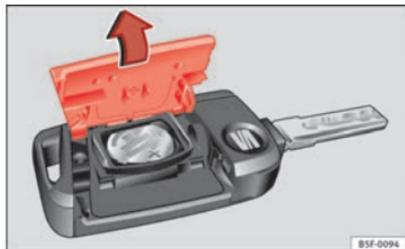

Fig. 48 Clé du véhicule : ouvrez le cache du logement des piles.
- Retirez le couvercle de la partie arrière de la clé du véhicule ⇒ fig. 48 dans le sens de la flèche ⇒ ①.
- Placez le couvercle comme indiqué ⇒ fig. 48, et appuyez-le sur le boîtier de la clé du véhicule dans le sens contraire de la flèche jusqu'à ce qu'il s'encastre.